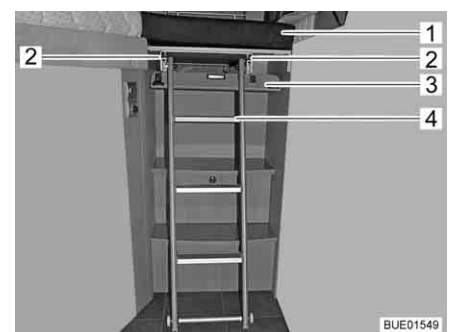

Fig. 119 Acrescento da cama com escada
- Mova o painel (Fig. 119,3) para baixo. O painel é mantido fixado por meio de fechos magnéticos.
- Desencaixe a escada (Fig. 119,4) e puxe-a um pouco mais para fora das calhas (Fig. 119,2).
- Coloque o estofado adicional (Fig. 119,1) sobre o acrescento da cama.